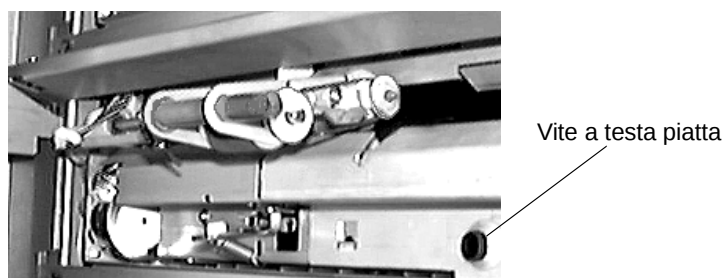

Figura 4-39 Individuazione della vite a testa piatta
2. Individuare la vite a testa piatta che fissa la lastra di acciaio sul gruppo dei rulli del cassetto inferiore, come mostrato nella Figura 4-39.